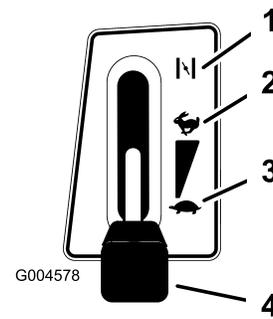

Figura 13
5. Spostate la leva dell'acceleratore su Starter (Figura 13).
7. Quando il motore è acceso, spostate lentamente la leva dell'acceleratore in posizione Slow (Figura 13). Se il motore si arresta o esita, tirate indietro la leva dell'acceleratore su Starter per alcuni secondi, quindi portatela alla massima (Fast). All'occorrenza, ripetete l'operazione.
1. Spostate la leva dell'acceleratore in posizione Slow (Figura 13).